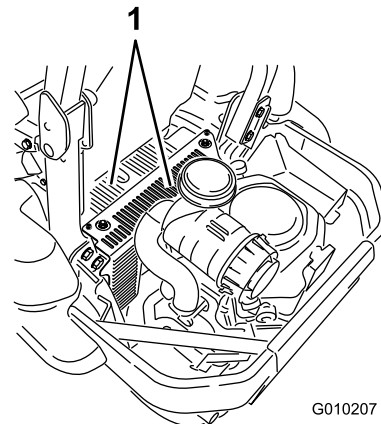

Bild 80
5. Entfernen Sie Schmutz- und Grastrückstände von den Hauben der Hydraulikanlage (Bild 80).